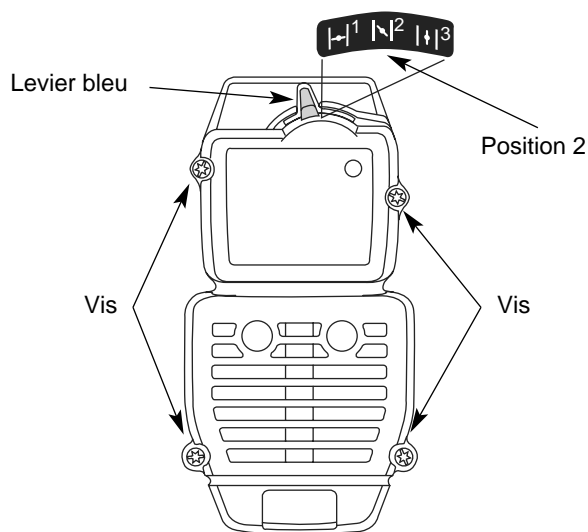

Fig. 21
REMARQUE : pour enlever le couvercle du filtre Ě air/silencieux, le levier bleu doit Ětre en Position 2 (Fig. 21).
2. Retirez les quatre (4) vis retenant le couvercle du filtre Ě air/silencieux (Fig. 21). Servez-vous d'un tournevis Ě mĚche no. 20 Torx.
2. InsĚrez les quatre (4) vis dans les trous du filtre Ě air/couvercle du silencieux (Fig. 21) et vissez sans trop serrer.